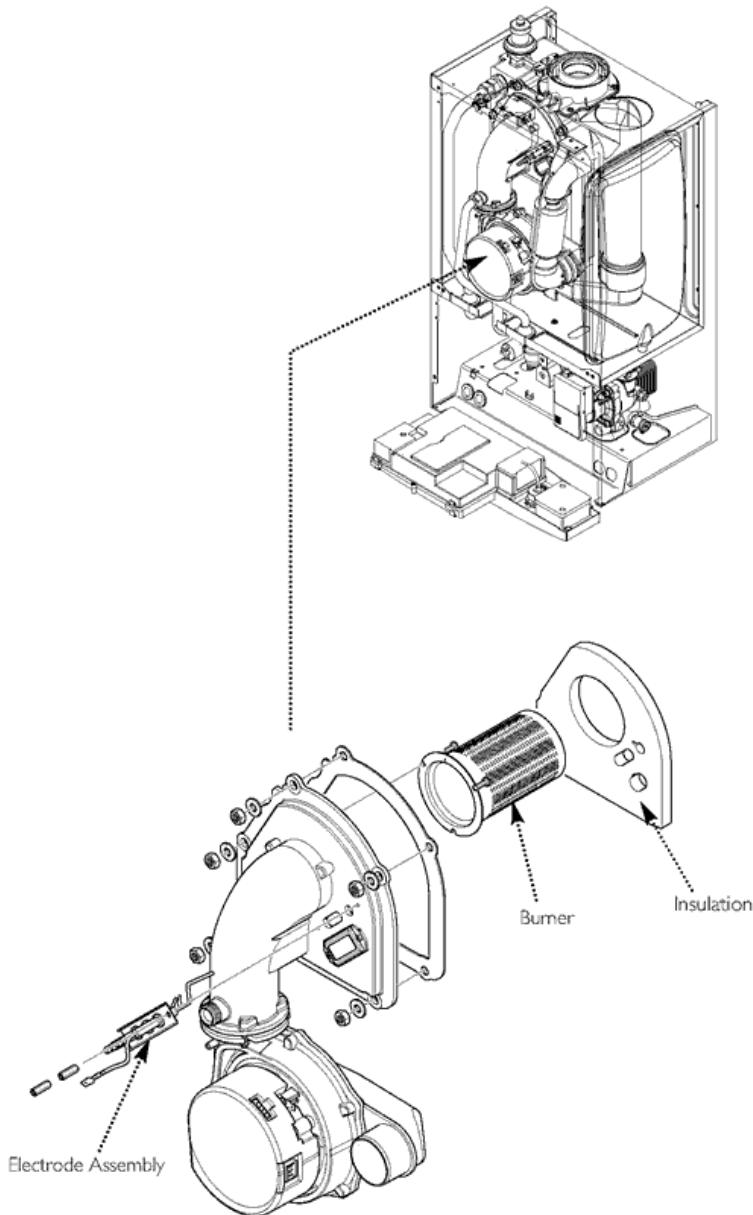

Fig. 59
13.5 Burner (Fig. 59)
13.6 Insulation (Fig. 59)